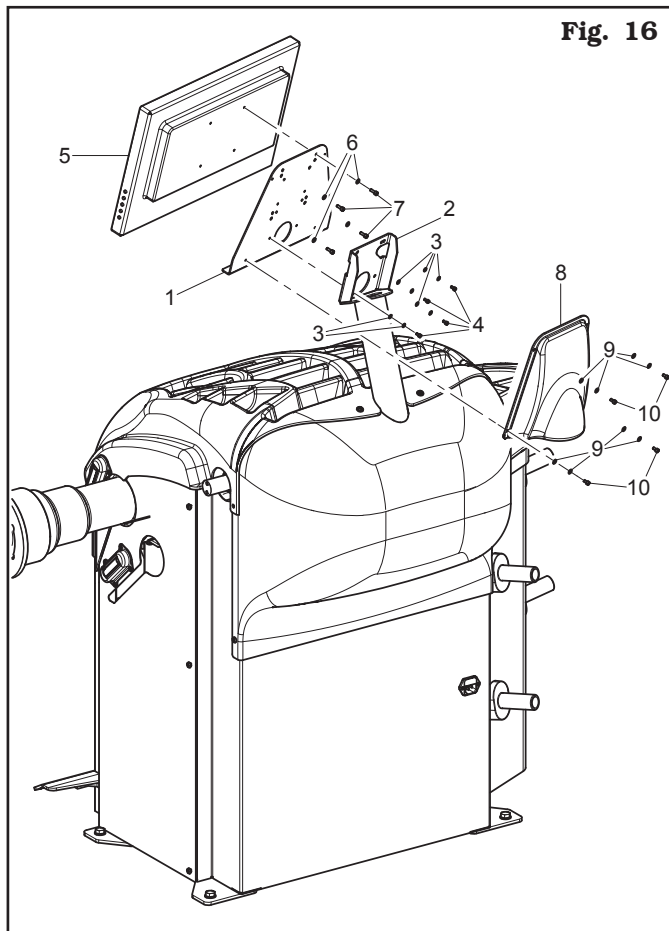

Fig. 16
1. Montar la chapa de soporte monitor (**Fig. 16 ref. 1**) al soporte monitor (**Fig. 16 ref. 2**) utilizando las arandelas (**Fig. 16 ref. 3**) y los tornillos (**Fig. 16 ref. 4**) entregados.
Montar el monitor (**Fig. 16 ref. 5**) a la chapa (**Fig. 16 ref. 1**) utilizando las arandelas (**Fig. 16 ref. 6**) y los tornillos (**Fig. 16 ref. 7**) entregados en dotación.
Montar el cárter (**Fig. 16 ref. 8**) a la chapa soporte monitor (**Fig. 16 ref. 1**) utilizando las arandelas (**Fig. 16 ref. 9**) y los tornillos (**Fig. 16 ref. 10**) entregados en dotación.